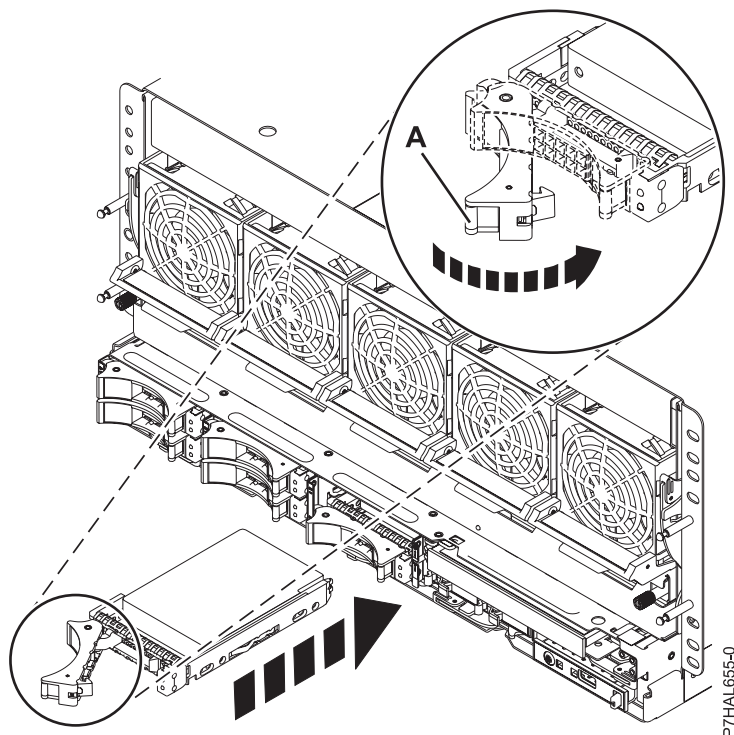

Figura 1. Instal·lació de la unitat de disc al sistema
7. Quan el LED d'identificació es torni sòlid, moveu la unitat fins al fons del sistema o de la unitat d'expansió i empenyeu la nansa de la unitat fins que quedi encaixada. Consulteu Figura 1 que mostra la instal·lació d'una unitat al sistema.